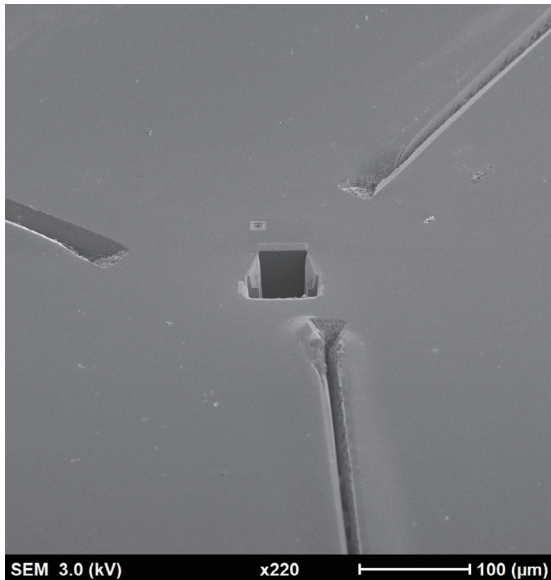

図8 (事例1) FIB加工後SEM観察画像
- 塗膜内部に径約 20 μm の鱗片状の異物を確認(図8、9)